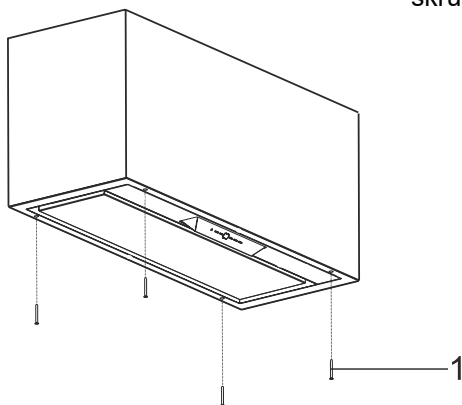

Fig. 10
4. ➔ Skjut nu upp fläkten i skåpet och montera fast den genom att skruva i skruvarna i de existerande hålen (Fig. 10).